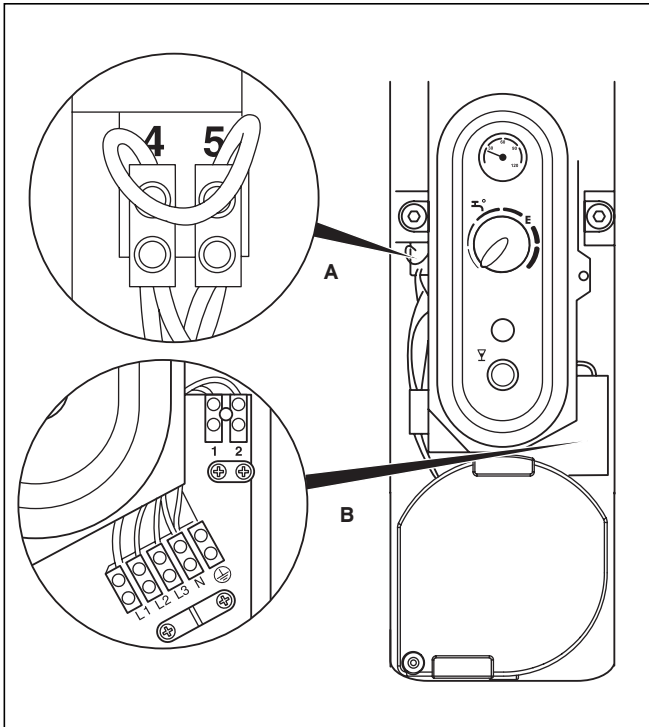

Fig. 8.5 Boîtier de raccordement
- Posez le câble dans le serre-câble ouvert (B, voir fig. 8.5).